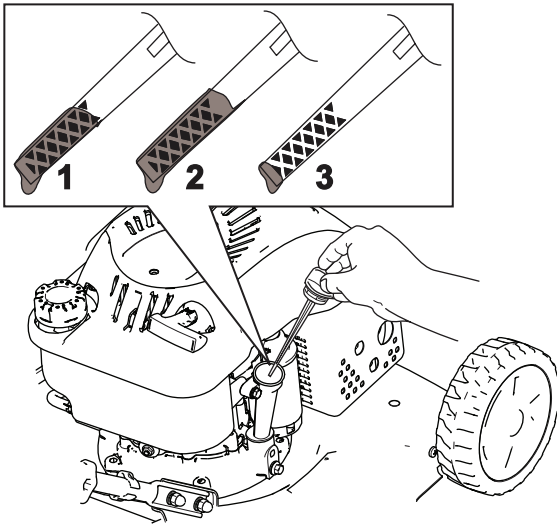

Figure 24
3. Tournez le bouchon dans le sens antihoraire et sortez la jauge (Figure 24).